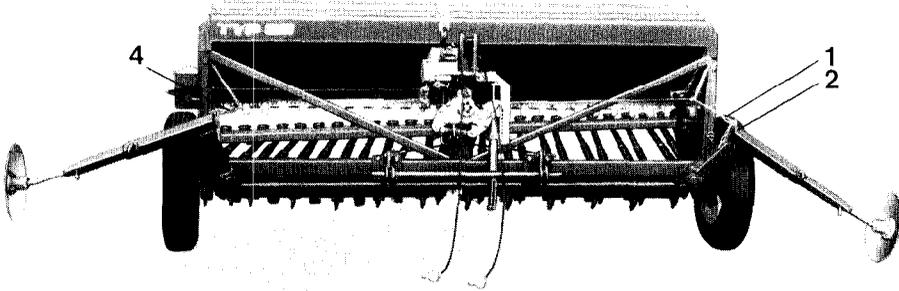
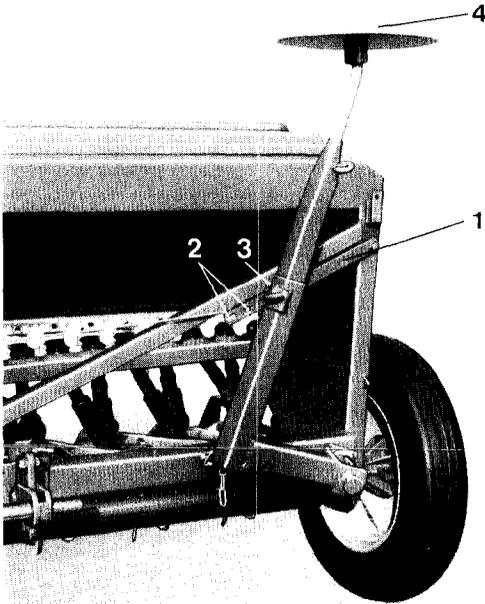
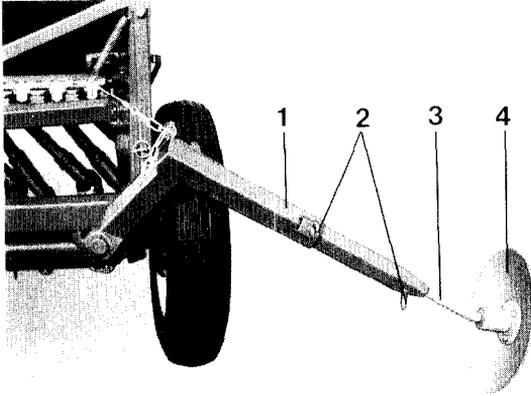

Fig. 1
Fig. 2
Fig. 3
Für den Transport der Drillmaschine sind die Spuranreißer hochgeschwenkt. Die Transportsicherung erfolgt durch Einstecken der Laschen (Fig. 2/1) in die Löcher (Fig. 2/2) und durch zusätzliche Sicherung mittels Klappsplint (Fig. 2/3). Bei Beginn der Säararbeit wird auf dem Felde diese Sicherung gelöst. Die Spuranreißer werden in Arbeitsstellung nach unten geschwenkt, so daß die Spurscheiben (Fig. 3/4) auf dem Boden aufliegen. Nun wird die Spuranreißerkette (Fig. 1/1) am Spuranreißer-Unterteil in den Kettenhaken (Fig. 1/2) eingehängt, und zwar so, daß die Seile **leicht** durchhängen, wenn der Umlenkhebel zu der betreffenden Seite des Spuranreißers geneigt ist (Arbeitsstellung). Durch Schwenken des Spuranreißer-Umlenkhebels wird dann der jeweils gegenüberliegende Spuranreißer hoch genug ausgehoben. Der Tiefgang der Spuranreißer wird durch die Seile mit den Kettenenden begrenzt. Haben die Spuranreißer auf rauhem Saatbett oder bei der Arbeit auf der Pflugfurche einen zu großen Tiefgang, besteht die Gefahr von Beschädigungen.
Das Spuranreißer-Oberteil (Fig. 3/3) wird mit zwei Ringschrauben (Fig. 3/2) im Spuranreißer-Unterteil (Fig. 3/1) festgestellt. Die Ringschrauben können mit der Griffseite der Abdrehkurbel gelöst bzw. angezogen werden. Durch Drehen des Oberteiles (Fig. 3/3) in seinem Halterohr kann je nach Bodenbeschaffenheit die Spurscheibe (Fig. 3/4) mehr oder weniger zum Eingriff gelangen, wobei die beiden Ringschrauben (Fig. 3/2) stets fest angezogen sein müssen, um ein selbständiges Verstellen der Oberteile zu verhindern.
- a) die Spuranreißer in Transportstellung bringen (einfach einklappen) und mittels Laschen (Fig. 2/1) und Klappsplint (Fig. 2/3) sichern und